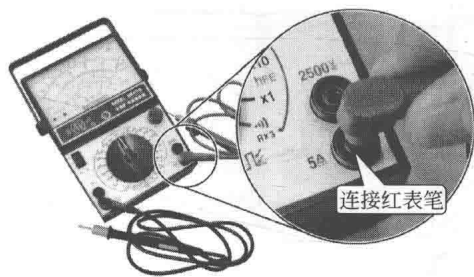

图 1-8 连接万用表表笔
④ 读数 仔细观察表盘，交流电压挡刻度线是第二条刻度线，用 250V 挡时，可用刻度线下一行数字直接读出被测电压值。注意读数时，视线应正对指针。根据示数大小及所选量程读出所测电压值大小。本次测量所选量程是交流 250V，示数是 218（用 0~250 标度尺），则该所测电压值是 $250/250 \times 218 \approx 220\text{V}$ 。
(4) 测量直流电流
① 选择挡位 指针式万用表检测电流前，要将电流量程调整至最大挡位，即将红表笔连接到“5A”插孔，黑表笔连接负极性插孔，如图 1-8 所示。